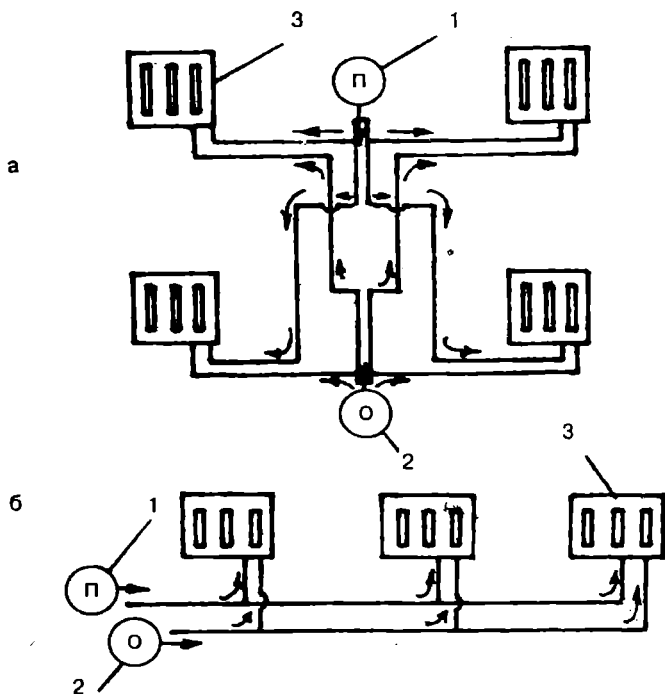

Рис. 8. Способы выполнения, двухтрубной разводки:
1. "звездой", когда прямая и обратная трубы тянутся к каждому отопительному прибору от общей "гребенки" (**рис. 8 а**). В этом случае и прямая труба, отходящая от водогрейного котла, и обратная труба, возвращающаяся к нему, разветвляются на несколько частей, по количеству отопительных приборов в доме.
2. "шлейфом", когда прямая и обратная трубы последовательно обходят ряд отопительных приборов (**рис. 8б**). При такой разводке труб отопительные приборы, расположенные ближе к генератору тепла, находятся в более выигрышном положении, так как им достается больше тепла. Дабы разница в температуре теплоносителя и, следовательно, в величине теплоотдачи отопитель-